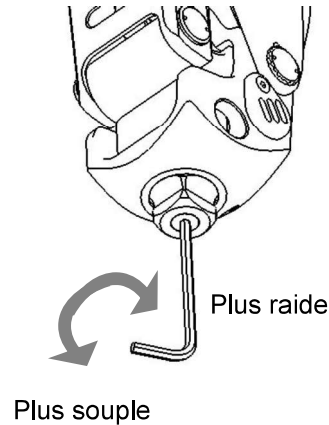

Fig. 2 Ajustement de la raideur de l'amortisseur
- Comme illustré Fig.2, ajuster la raideur de l'amortisseur à l'aide d'une clef 6 pans de 3mm.